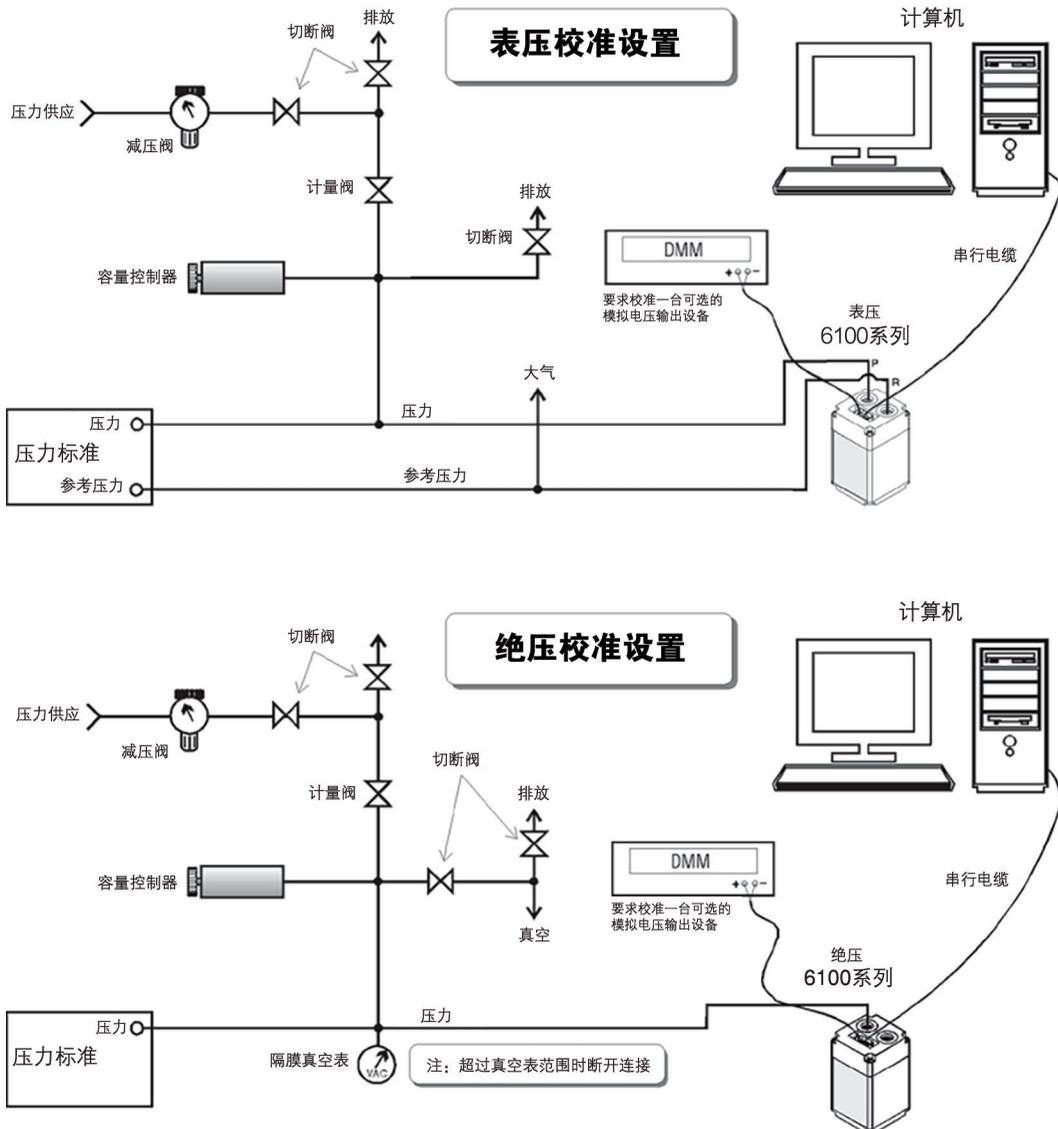

图8.2 - 校准设置
校准应变式传感器需要以下设备（见图8.2）：
2. 使用图8.2中所示的绝对压力设置。在600 mTorr绝压值和传感器量程的20%之间施加稳定的压力值。以CPT61XX的原始单位测量参考压力读数。这一读数成为“实际压力”。